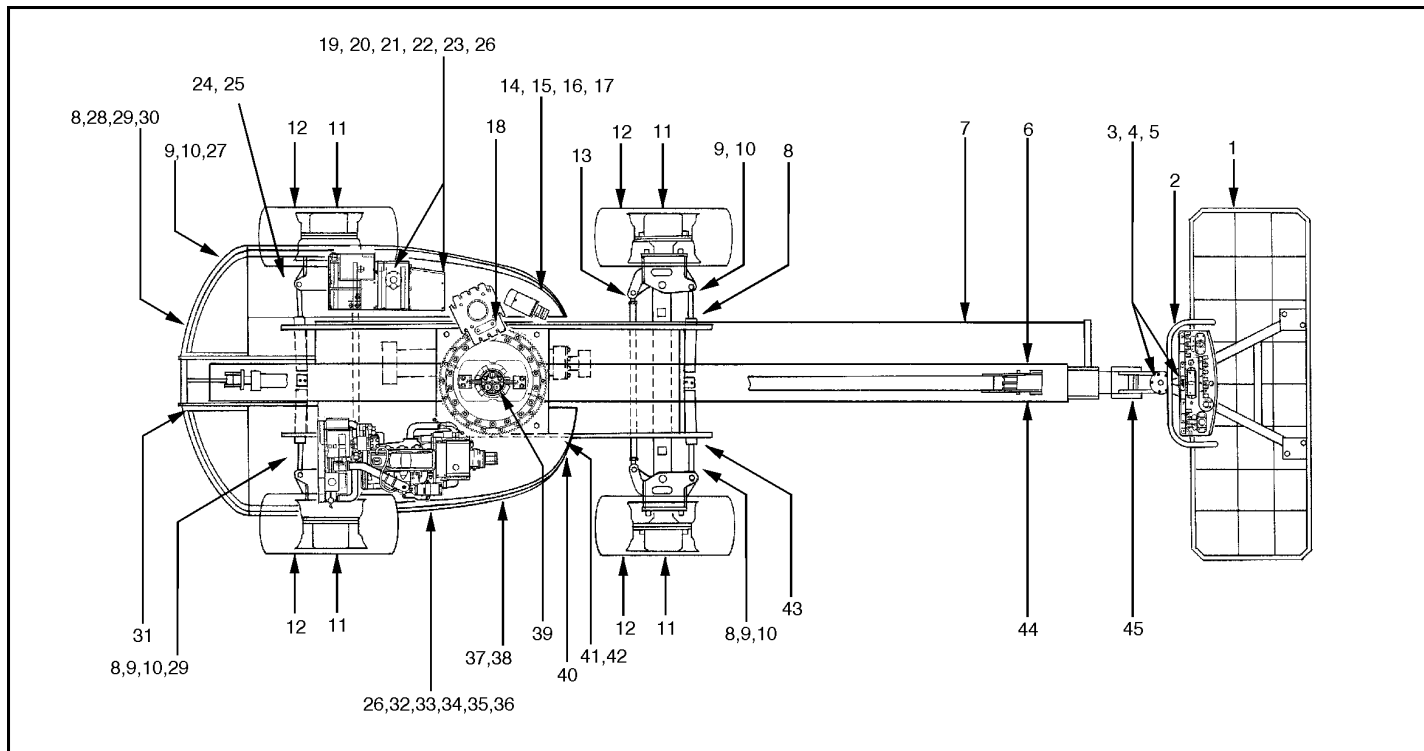

Figura 2-3. Diagrama de inspección visual diaria
5. **“Inspección visual”** – Consultar la Figura 2-3. a la Figura 2-6.